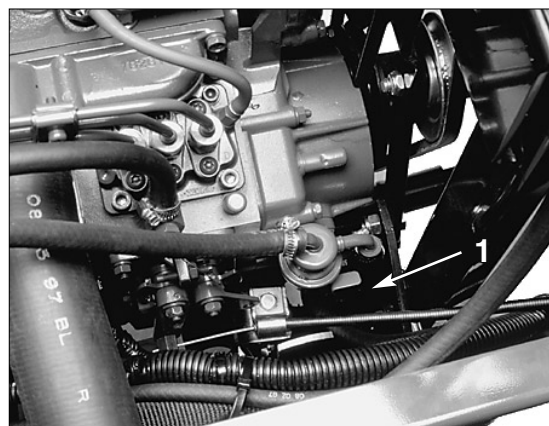

Fig. 13
3. Pump med armen på brændstofpumpen (Fig. 13), indtil der kommer en jævn strøm brændstof ud omkring udluftningsskruen. Stram udluftningsskruen.
5. Pump med armen på brændstofpumpen (Fig. 13), indtil der kommer en jævn strøm brændstof ud omkring skruen på indsprøjtningssumpen. Stram udluftningsskruen.